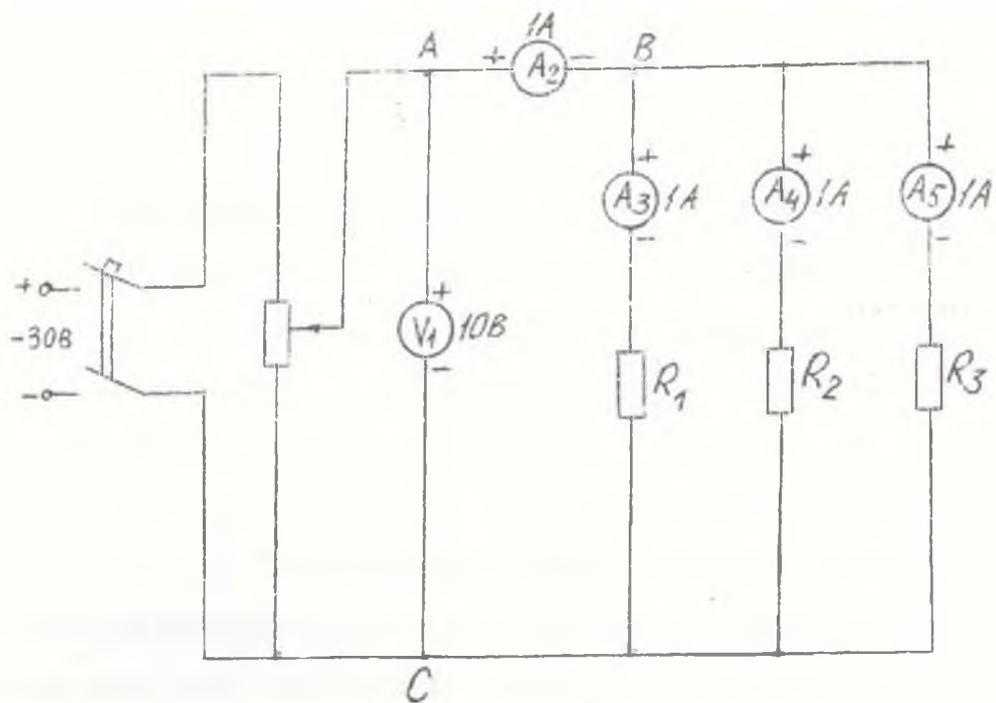

Рисунок 7 - Схема для исследования параллельного соединения резисторов
2. Собрать эл. схему цепи, изображенную на рис.7.